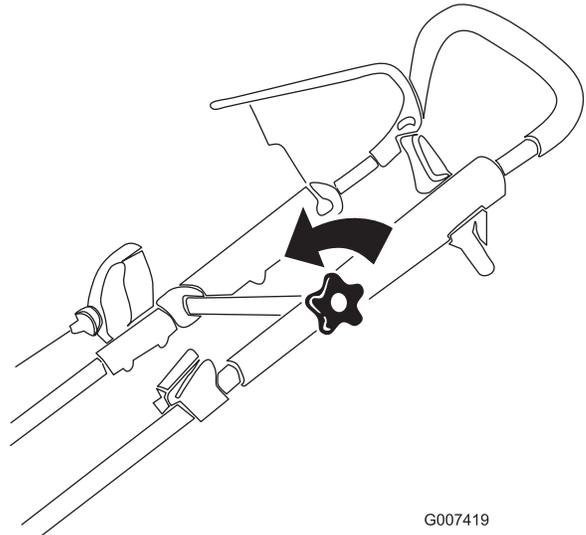

Figure 19
1. Desserrez le bouton de la partie supérieure du guidon (Figure 19).
3. Serrez fermement le bouton de la partie supérieure du guidon (Figure 19).